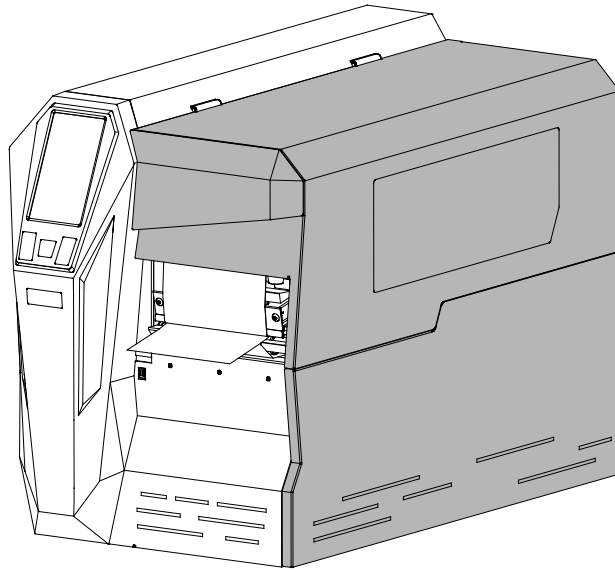

图 2-32 纸卷安装完成
12. 合上打印机上翻盖，进入 LCD 触控屏设置菜单，设置出纸处置模式为剥纸模式（具体请参考 3.2.1.7 出纸处置），如图 2-32 所示。